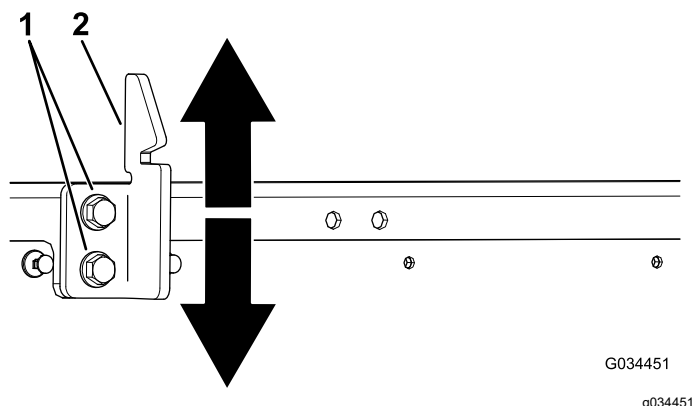

Figura 67
3. Desaperte os dois parafusos na régua do trinco da plataforma e mova a régua para cima ou para baixo, dependendo se a régua está muito alta ou muito baixa (Figura 67).
4. Aperte os dois parafusos na régua do trinco da plataforma (Figura 67).